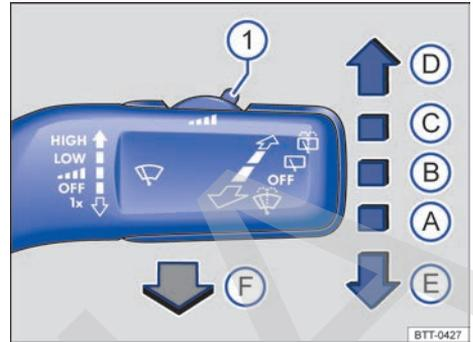

Fig. 109 Manejo del limpiaparabrisas.
- (B)**  Con el mando → fig. 109 (1) se puede ajustar la sensibilidad del sensor de lluvia y de luz y con ello la duración de los intervalos de barrido.
- (C)** LOW Se conecta el barrido lento.
- (D)** HIGH Se conecta el barrido rápido.
- Presione la palanca del limpiacristales brevemente hacia abajo → fig. 109 (4). Los limpiacristales se sitúan en la posición de servicio.